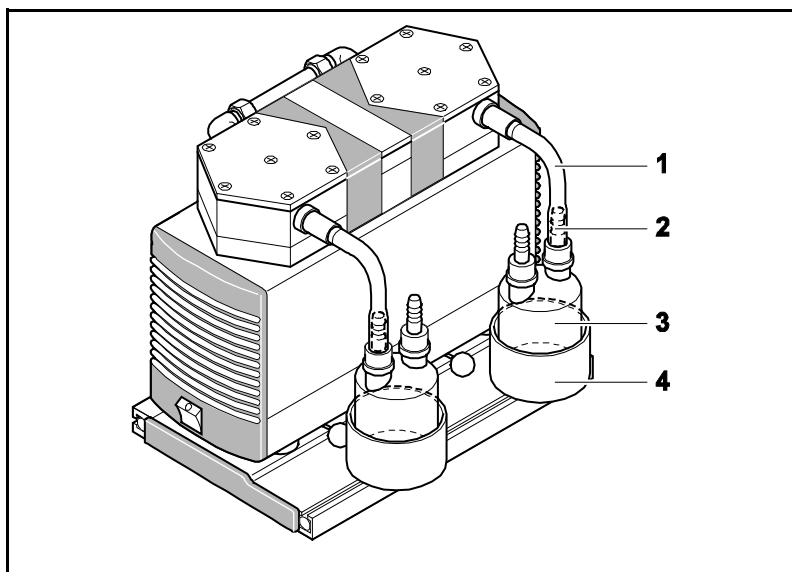

Fig. 6 : Piège à liquide (système représenté : LABOPORT SR sur l'exemple de la pompe N 840.3 FT.18)
1. Pousser les supports pour piège à liquide (voir Fig. 6/4) dans le rail rainuré de la plaque de base tourné vers le haut.